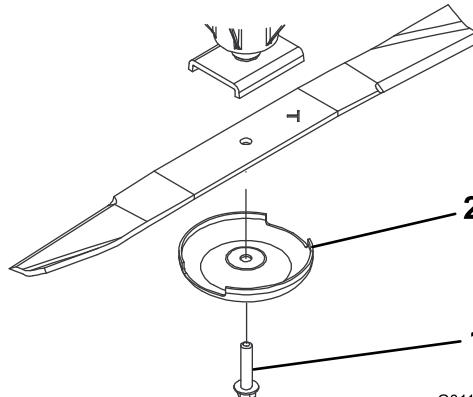

Bild 68
2. Halten Sie das Ende des Messers mit einem stark wattierten Handschuh oder wickeln Sie einen Lappen um es herum. Entfernen Sie die Messerschraube, die Antiskalpiercuppe und das Messer von der Spindelwelle (Bild 68).
3. Setzen Sie das Messer (der Flügel sollte zum Mähwerk zeigen) mit der Antiskalpiercuppe und der Messerschraube ein (Bild 68). Ziehen Sie die Messerschraube auf  $115\text{--}149\text{ N}\cdot\text{m}$  an.